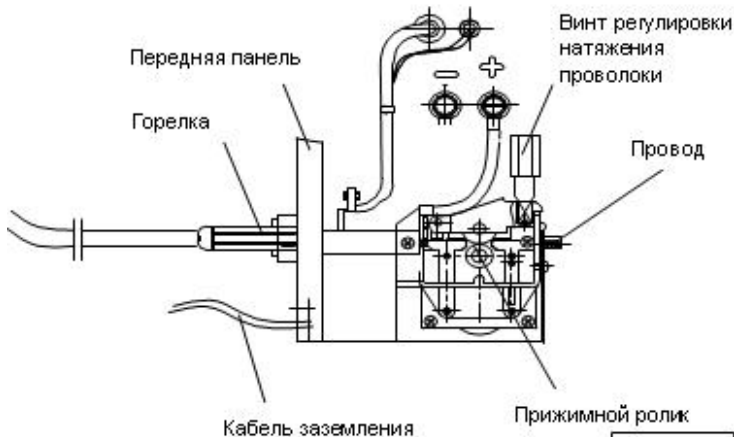

Рис.4
2. Установка кассеты с проволокой в механизм подачи (Рис.4).